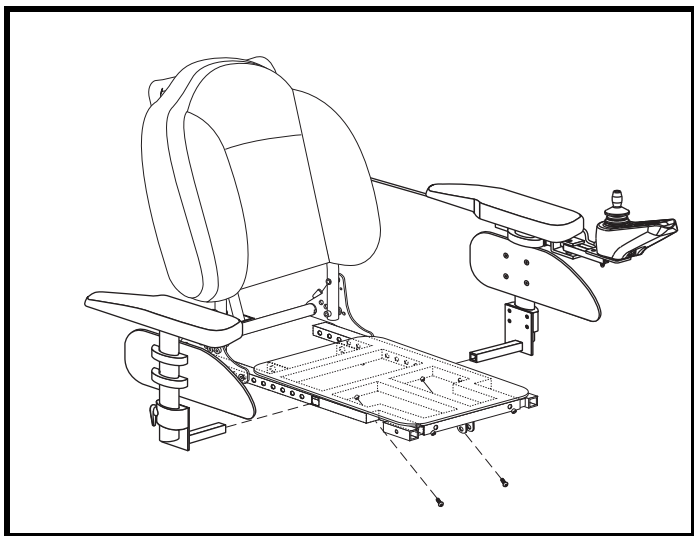

Abb. 14. Einstellung der Breite des Sitzes
2. Entfernen Sie die Befestigungselemente der Armlehnenhalterung. **Siehe Abb. 14.**